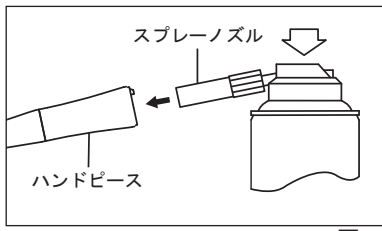

図7
- スプレーノズルをハンドピース後部へ挿し込み、ハンドピースを押さえて、ハンドピース先端よりオイルが出るまで2～3秒のスプレーを2～3回繰り返します。注油は先端から異物等の汚れが出なくなるまで繰り返し行います(図7)。
- 最後に、パナスプレープラス(図7)による注油を行います。